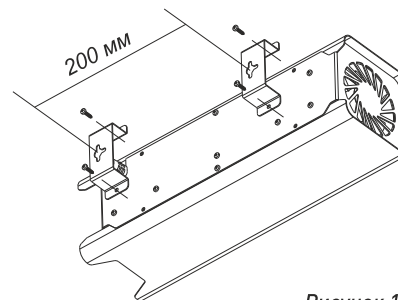

Рисунок 1
- 6.3. Для установки прибора на стену к его корпусу необходимо прикрутить дополнительные подвесы (поставляются в комплекте с прибором) согласно рис. 1.